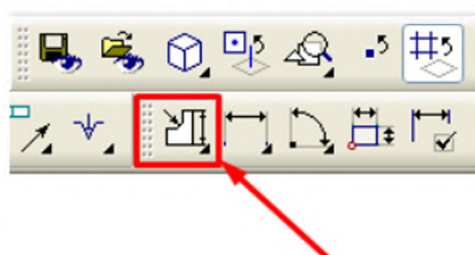

Рис. 6.9
1. Указанием курсора на кнопку **Авторазмер**  и щелчком левой кнопки «мыши» запустить процедуру простановки размера (рис. 6.9).